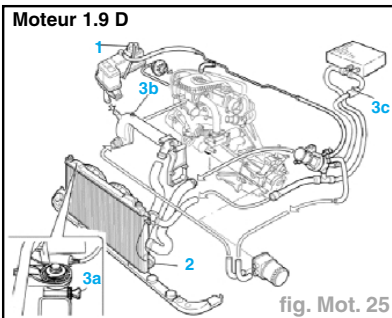

fig. Mot. 25
- Dévisser le bouchon du vase d'expansion (1) (fig. Mot. 25 ou 26).